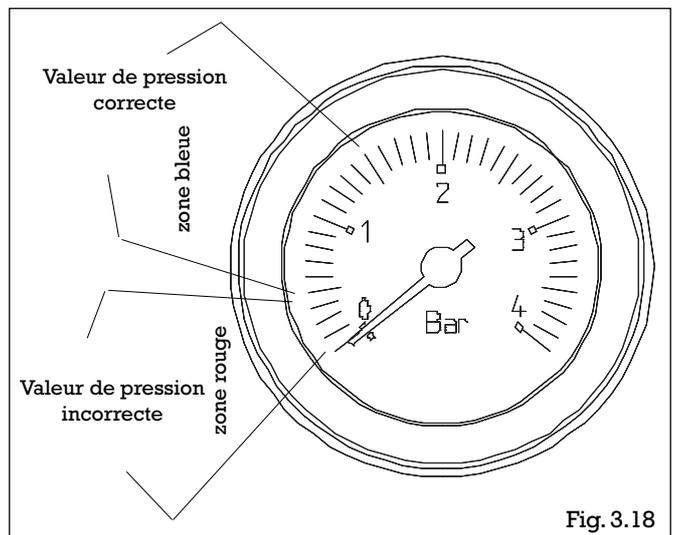

Fig. 3.18
- ouvrir de deux ou trois tours le bouchon du purgeur automatique (A);
- placer le robinet d'arrivée d'eau froide (B) sur la position "remplissage",
- fermer la vanne d'arrêt départ (D) (manette à l'horizontale) et laisser la vanne d'arrêt retour (E) ouverte (manette à la verticale),
- ouvrir le robinet du disconnecteur (C) en le tournant en sens inverse des aiguilles d'une montre jusqu'à ce que la pression indiquée par le manomètre atteigne 1 bar (fig.3.18).